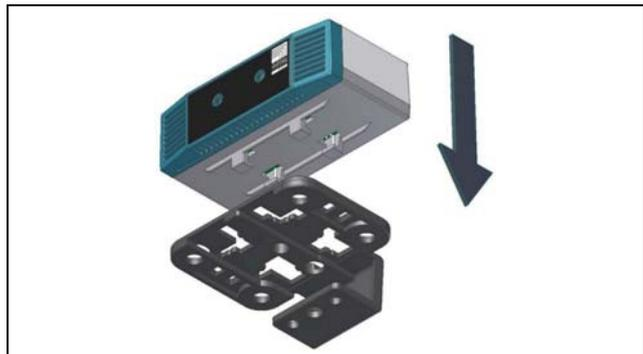
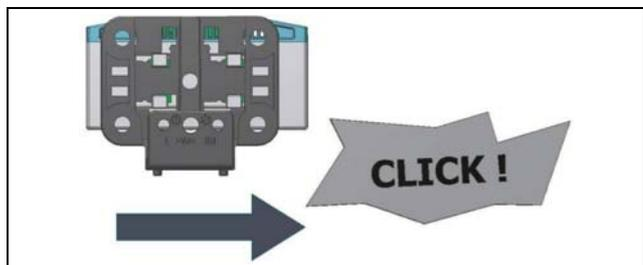

Рис. 2: Установка датчика на держатель
Рис. 3: Фиксация датчика на держателе
- Затем установите блок доступа CAN-Bus на держателе (рис. 2) и зафиксируйте его (рис. 3).